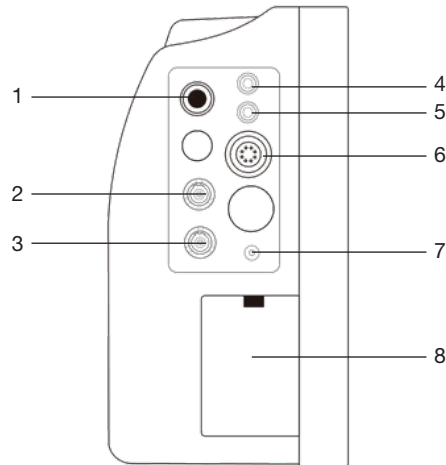

Figura 1-4 Lato sinistro
Il simbolo  è visualizzato nel quarto superiore sinistro dello schermo per indicare lo stato di carica, in cui la parte GIALLA indica la relativa energia elettrica nella batteria. Se la batteria non è installata nel monitor, al posto dello stato batteria verrà visualizzato il simbolo , per indicare che non è disponibile la batteria. Sotto i connettori ai cavi del paziente, vi è il cavo batterie con il relativo coperchio. Vedi la Figura 1-4 Coperchio del Cavo Batterie.
- Applicare la linea di alimentazione fornita con il monitor. Inserire la spina della linea elettrica nell'interfaccia INPUT del monitor (Ingresso 3 in Figura 1-4). Connettere l'altra estremità della linea elettrica in una presa bipolare con messa a terra.